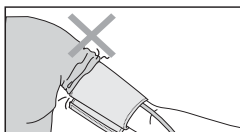

Рис. 11
7. Если Вы завернете рукав одежды и при этом сдавите руку, препятствуя току крови, показания прибора могут не соответствовать Вашему артериальному давлению (рис. 11).